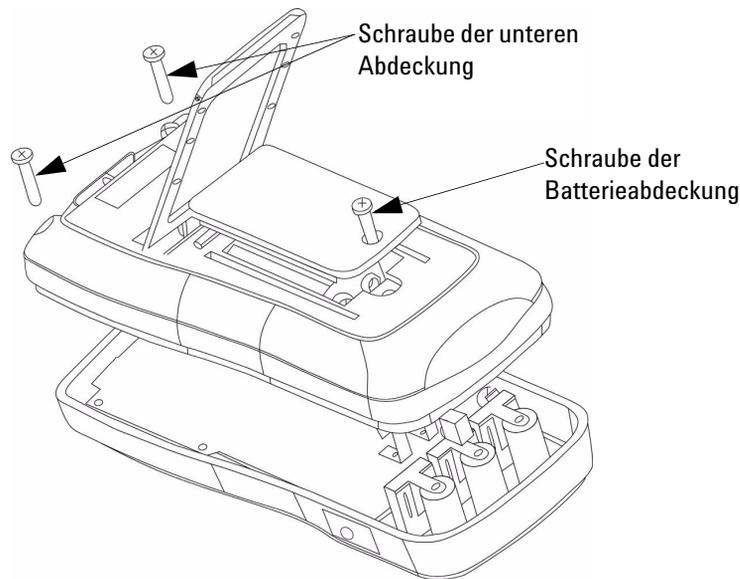

Abbildung 3-2 Sicherungsaustausch
- 2 Lösen Sie die Schrauben mit einem geeigneten Schraubendreher und entfernen Sie die untere Abdeckung wie in Abbildung 3-2 dargestellt.